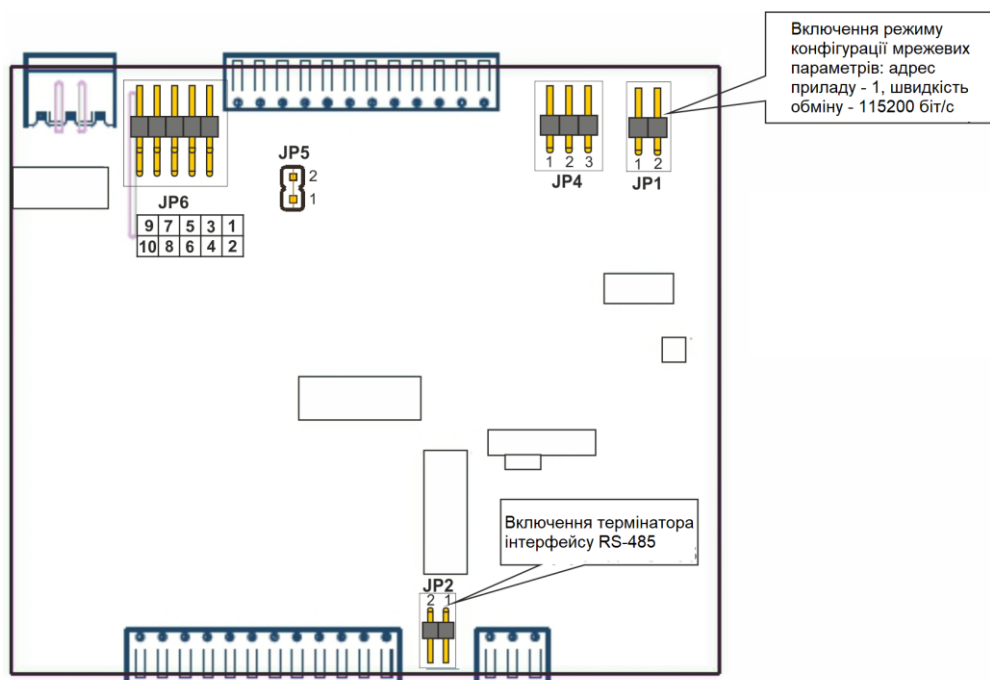

Рисунок 5.1 - Положення перемичок на платі модуля (корпус модуля знятий)
Модуль RIO-5N-AIU8 поставляється замовнику зі встановленою перемичкою JP1 (див. рисунок 5.1), таким чином, модуль вже переведений в режим конфігурації мережевих параметрів (більш детально див. п.3.3).
4.3.6.1 Знеструмити модуль, зняти з шини і встановити перемичку JP1 (положення - див. рис. 5.1), після чого встановити модуль назад на шини. Модуль перейде в режим конфігурації мережевих налаштувань, про що буде свідчити мигання світлодіода "PWR" на передній панелі приладу.